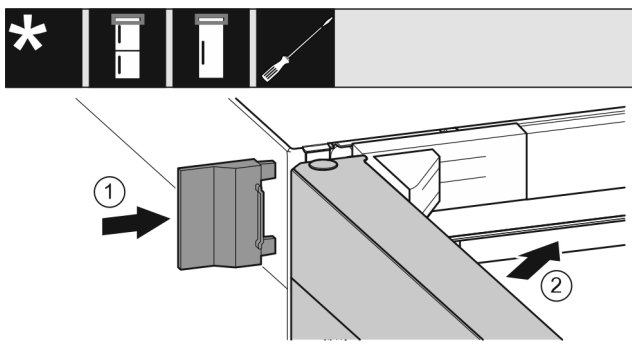

Fig. 29
- ▶ Natakните vanjski poklopac Fig. 29 (1).
- ▶ Zatvorite gornja vrata Fig. 29 (2).